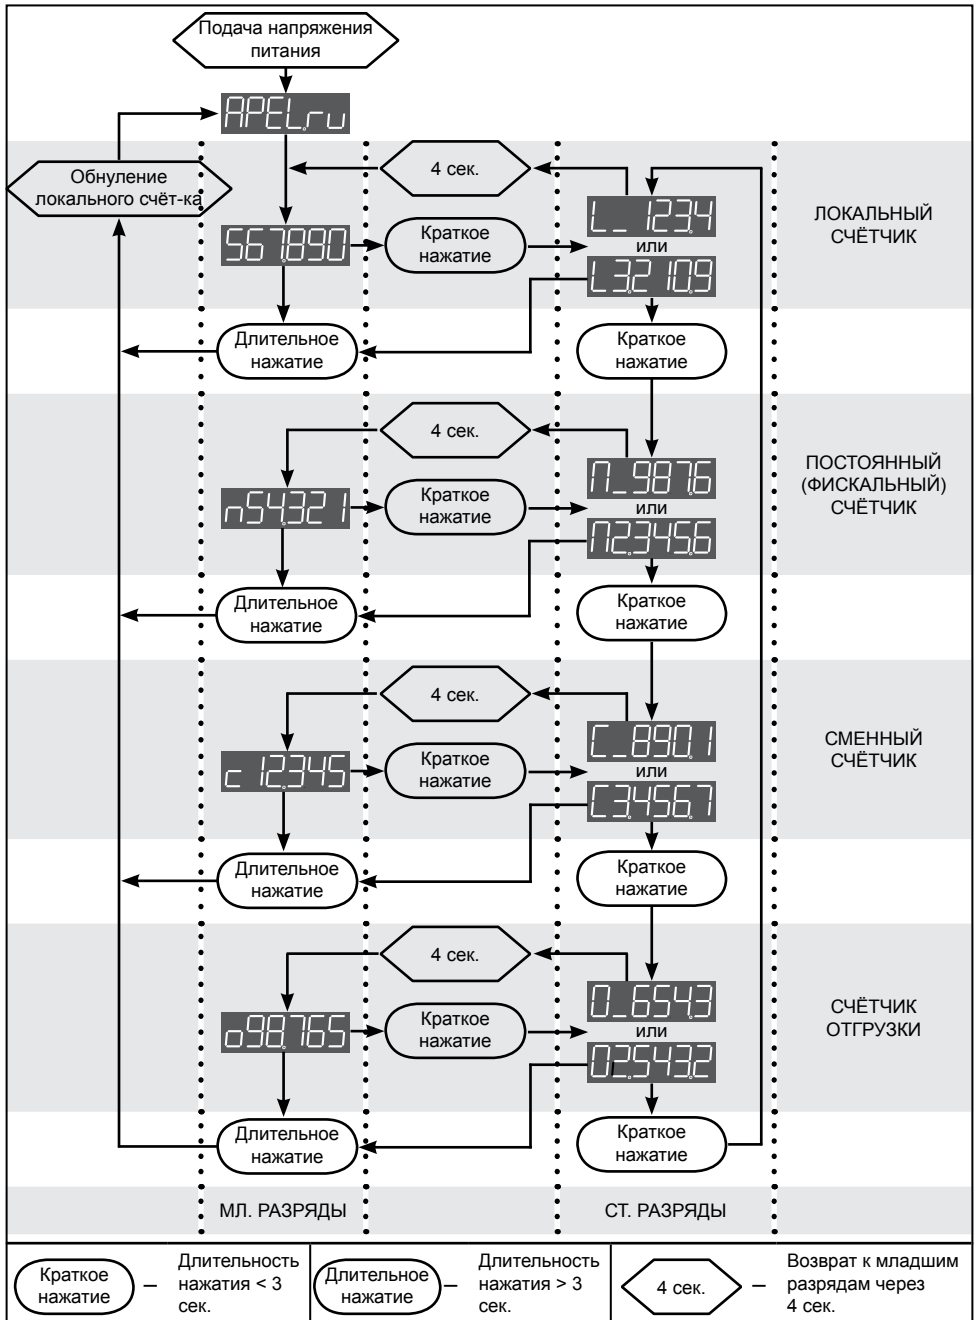

Рисунок 6. Алгоритм управления счётчиком
7.8 На странице «Счётчики» расположены значения внутренних счётчиков: постоянного (фискального), сменного, отгрузки рисунок 6.